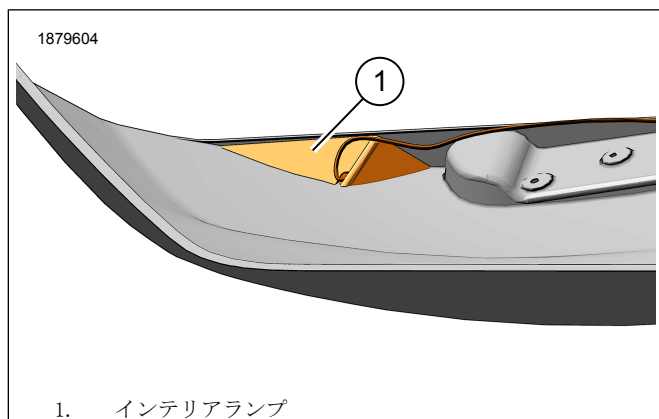

図6。サドルバッグインテリアランプ、左
7. 図6インテリアランプ(1)の取り付けを試してから取り付けます。